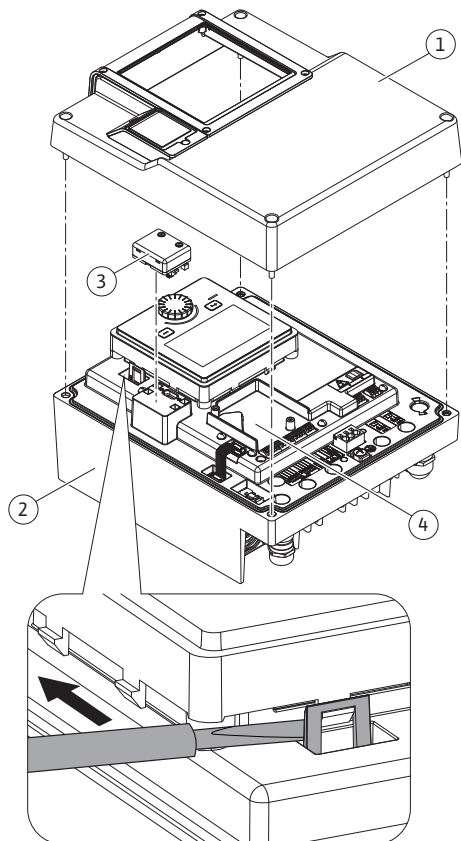
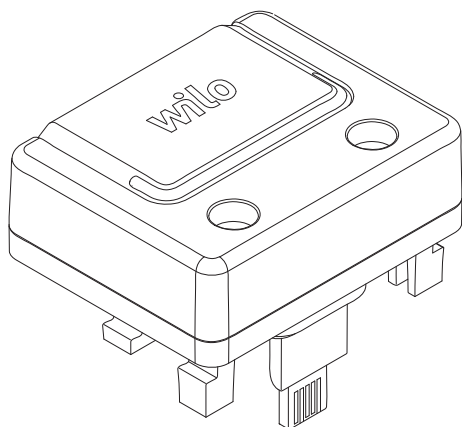

Fig. 25: Módulo eletrônico
Fig. 26: Módulo Wilo-Smart Connect BT
1. Abrir cuidadosamente os ganchos de encaixe (Fig. 25) com uma ferramenta (por exemplo, uma chave de fendas).
A interface Bluetooth do módulo Wilo-Smart Connect BT (Fig. 25, pos. 3, e Fig. 26) é utilizada para ligação a dispositivos terminais móveis, tais como smartphones e tablets. Na aplicação Wilo-Assistant encontra-se a função Wilo-Smart Connect. Com a função Wilo-Smart Connect é possível operar e regular a bomba e ler os dados da bomba. Para regulações, ver capítulo «Arranque» [► 173].
1. Desapertar os parafusos da parte superior do módulo eletrônico (Fig. 25, pos. 1; Fig. I, pos. 2).
3. Inserir o módulo Wilo-Smart Connect BT na interface Wilo-Connectivity prevista. Ver Fig. 25, pos. 3.
Os módulos CIF (acessórios) são utilizados para a comunicação entre as bombas e o BMS. Os módulos CIF estão ligados ao módulo eletrônico (Fig. 25, pos. 4)